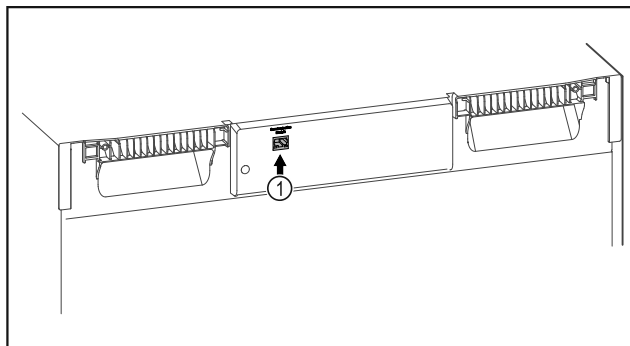

Fig. 111
- ☐ SmartModule Fig. 111 (1) inserito.